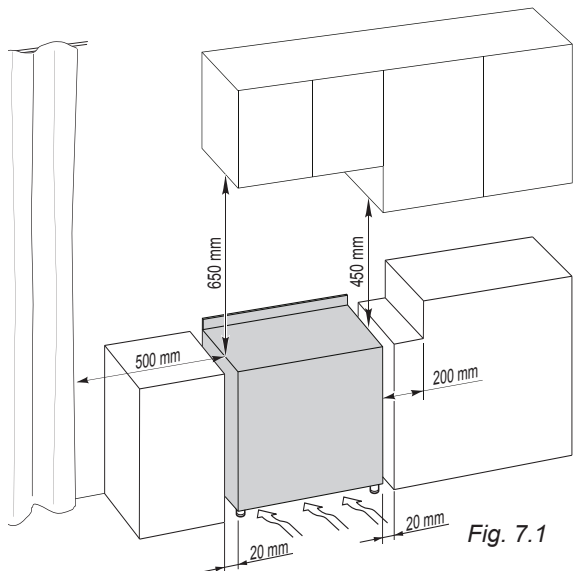

Fig. 7.1
Le condizioni di installazione, per quanto riguarda la protezione contro il surriscaldamento delle superfici adiacenti alla cucina, devono essere conformi alle figure 7.1 oppure 7.2.
■ Classe 1 (fig. 7.1)